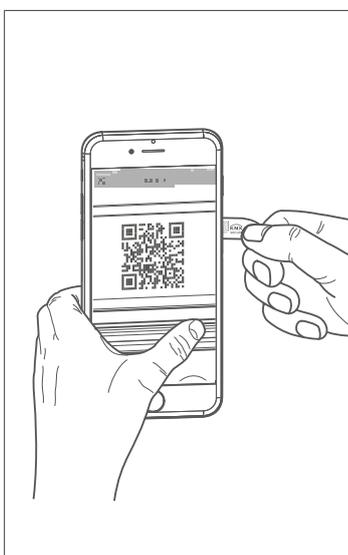
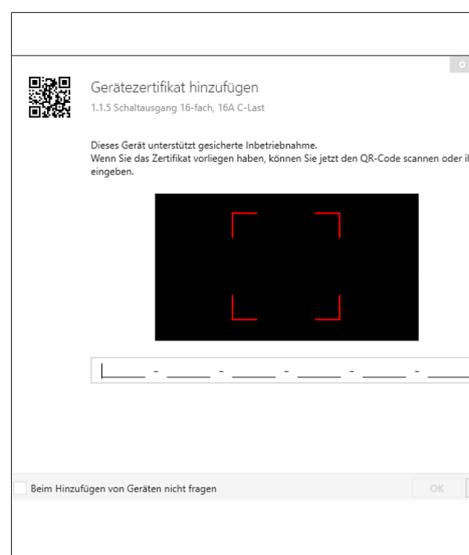

Fig. 7 : Scannage du QR code
Fig. 8 : Saisie manuelle du QR code
- 2 Saisir le code de l'appareil (QR code) (Fig. 8), le scanner (Fig. 7) ou l'ajouter au projet dans ETS.